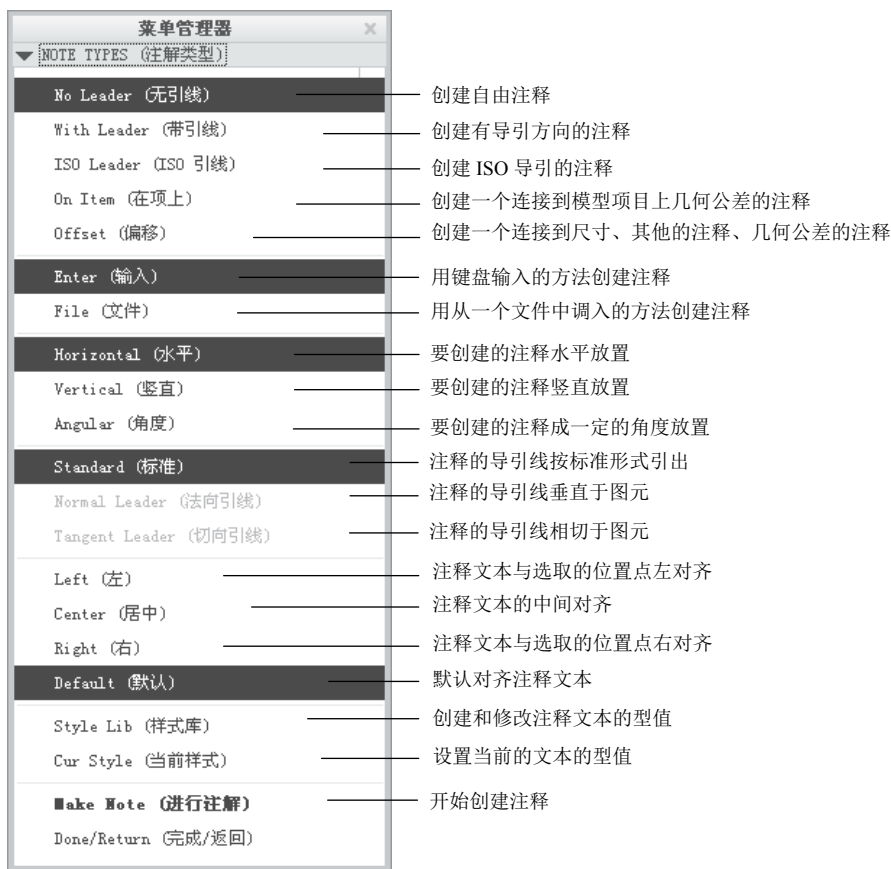

图 6.9.1 “注解类型”菜单
在功能区中选择 **注释** → **注释** 命令，系统弹出 **NOTE TYPES (注解类型)** 菜单(图 6.9.1)。
Step2. 在图 6.9.1 所示的菜单中，选择 **No Leader (无引线)** ⇒ **Enter (输入)** ⇒
Step2. 系统弹出图 6.9.1 所示的菜单，在该菜单中选择 With Leader (带引线) ⇒ Enter (输入) ⇒ Horizontal (水平) ⇒ Standard (标准) ⇒ Default (默认) ⇒ Make Note (进行注解) 命令。